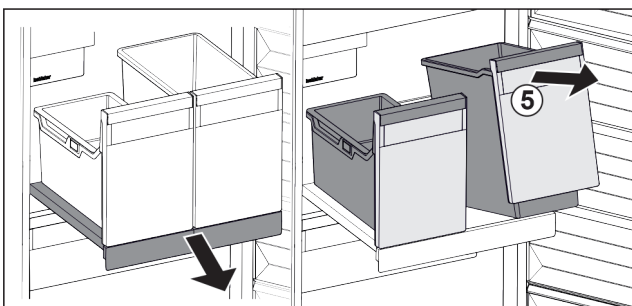

Fig. 84
- ▶ Повдигнете съда Fig. 84 (5) отпред.